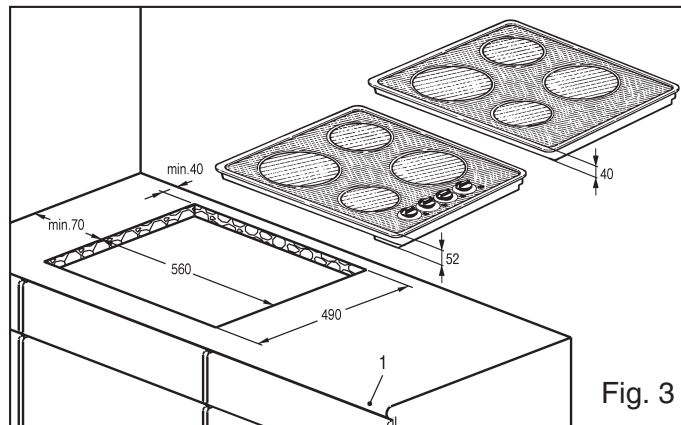

Fig. 3
- Cortar a superfície da bancada (fig. 3 ponto 1) de acordo com as dimensões indicadas (fig. 3).